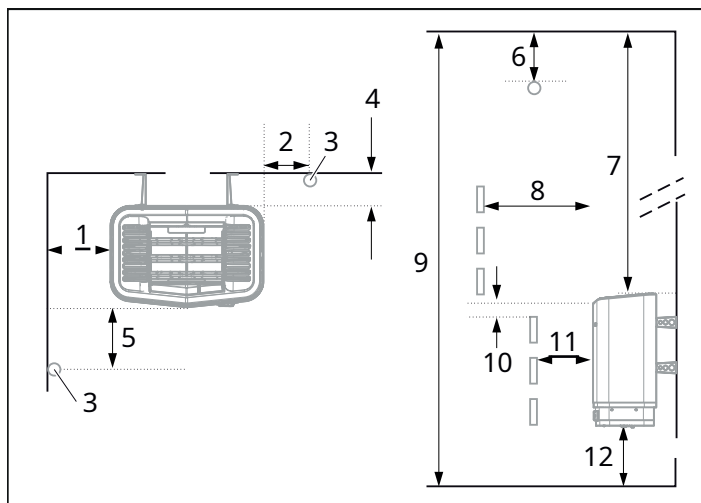
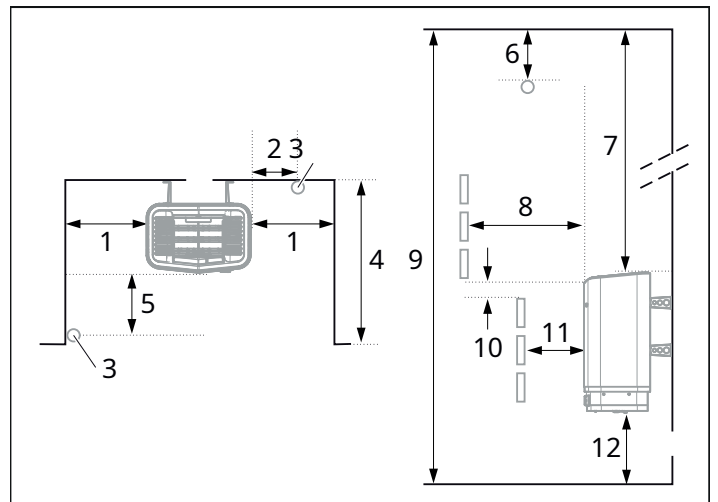

Figura 3: Posizionamento del riscaldatore - installazione normale
Figura 5: Posizionamento del riscaldatore - installazione ad incasso
- Pianificare il posizionamento del sensore (vedere Figura 3 e Figura 5).
- sulla stessa parete della porta (o sulla parete laterale se molto vicino alla parete della porta). Il riscaldatore può essere posizionato anche in una nicchia (vedere Figura 5).
- Posizionare la stufa a distanza di sicurezza dal pavimento, lateralmente pareti e finiture interne (vedi Figura 3).
Posizionare il sensore secondo l'immagine (vedere Figura 3).
1. Posizionare la stufa ad una distanza di sicurezza dal pavimento, dalle pareti laterali e dagli arredi interni (vedi Figura 5).
2. Posizionare il sensore secondo l'immagine (vedere Figura 5).